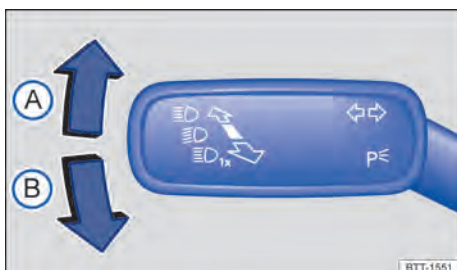

Abb. 88 An der Lenksäule links: Blinker- und Fernlichthebel.
2. Blinker- und Fernlichthebel aus der Mittelstellung in die erforderliche Position bringen → Abb. 88.